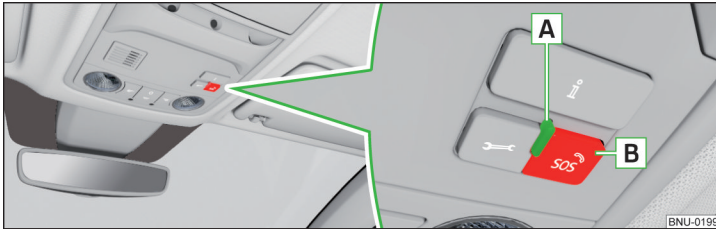

Abb. 10 Notruftaste
- ▶ Die Taste **B** » Abb. 10 gedrückt halten.
Der **Systemzustand** wird nach dem Einschalten der Zündung durch Aufleuchten der Kontrollleuchte **A** » Abb. 10 angezeigt.